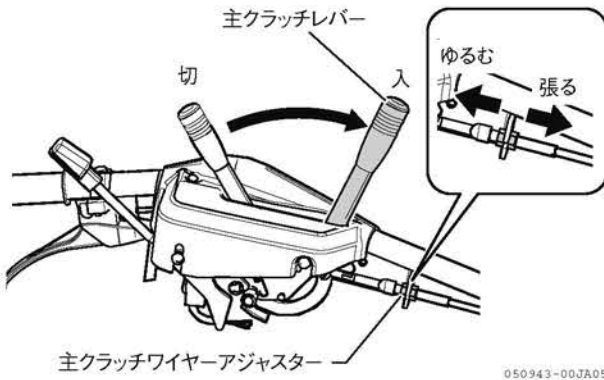

図 4-23 主クラッチワイヤーアジャスター
3. 主クラッチワイヤーアジャスターで調整します。主クラッチワイヤーアジャスターで調整しても、ベルトの連れ回りが発生する場合はベルトの交換時期です。ベルトを交換してください。(図 4-23)